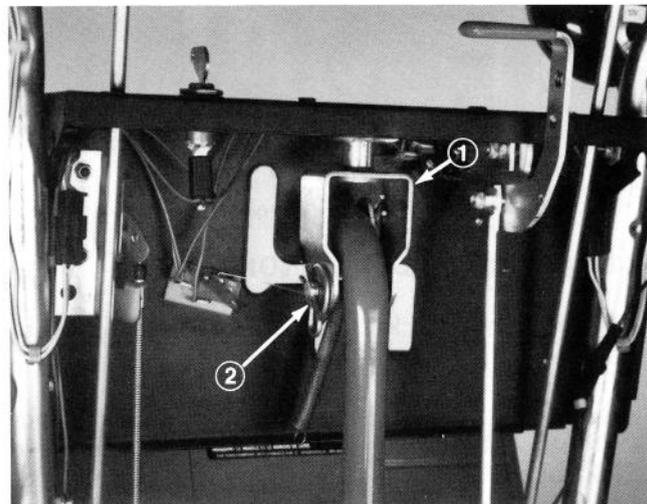

Abb. 41
2. Den Haarnadelsplint, die Unterlegscheibe und den Bolzen von der Schaltgabel entfernen (Abb. 41) und das Schaltgestänge von der Schaltgabel lösen.
3. Wenn der Antrieb der Schneefräse nicht ausrückt, die Schaltgabel um eine volle Umdrehung hinein drehen (Abb. 41).
4. Das Schaltgestänge wieder mittels Bolzen, Unterlegscheibe und Haarnadelsplint in der Schaltgabel befestigen (Abb. 41). Dabei muss der Kopf des Gabelbolzens auf der rechten Seite liegen.